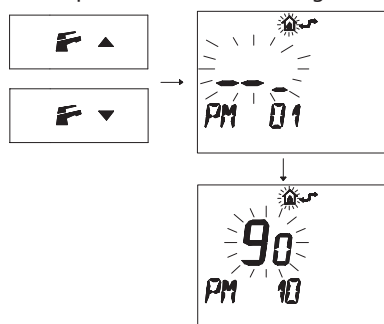

Figura 5.46
- Premere i pulsanti **F**▲ o **F**▼ per visualizzare la programmazione "PM10" selezione della frequenza di accensione (Figura 5.46).
Nella Figura 5.46 si visualizza un SET programmato di **90** corrispondente ad un tempo di riaccensione di 3 minuti circa.